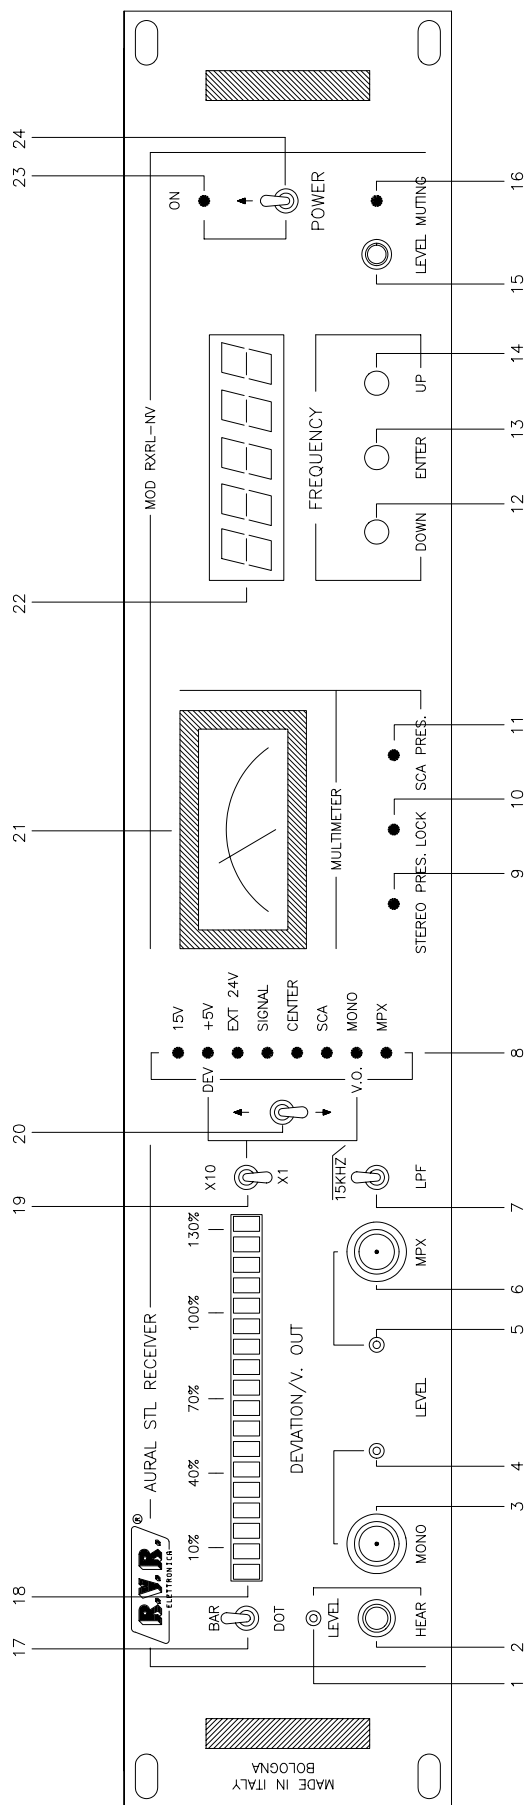

FIG. 1
Queste misure vengono selezionate tramite un comando a levetta (20 Fig.1) e indicate dalla dicitura a fianco del led verde acceso (8 Fig.1).
Questa scheda è fissata nella parte destra del pannello frontale. Essa serve per regolare la soglia d'intervento del muting del ricevitore (di default = -83dBm) e visualizza lo stato di muting con il relativo led (16 Fig.1).
DESCRIZIONE DEL PANNELLO FRONIALE (Fig.1)
- 3) Posizionare l'interruttore di accensione su OFF (24 Fig.1).
- 5) Porre l'interruttore di accensione su ON e controllare l'accensione della spia verde POWER ON (23 Fig.1) e della spia verde relativa
alla selezione dei parametri interni nella posizione SIGNAL. Dopo qualche secondo si accenderà il display centrale (22 Fig.1) che indicherà un numero (es.760.00): tale valore corrisponde all'ultima frequenza impostata.
Per cambiare tale valore agire sui pulsanti UP (14 Fig.1) o DOWN (12 Fig.1) per portare l'apparato sulla nuova frequenza.
Raggiunto il nuovo valore, premere il pulsante ENTER (13 Fig.1) per confermare tale valore.
- 6) Collegare un analizzatore audio alle uscite MONO (3 Fig.6) o MPX (6 Fig.1).
Verificare che lo strumento di misura analogico (21 Fig.1) esegua la lettura di 1 mV.
- 7) Selezionare tramite il selettore (20 Fig.1) la misura CENTER e verificare la centratura del segnale ricevuto.
Porre il deviatore di selezione del fondo della scala dell'indicatore di modulazione (19 Fig.1) su X1.
Collegare l'analizzatore audio all'uscita MONO (3 Fig.1).
Verificare l'accensione della barra di led (18 Fig.1) fino al primo led rosso equivalente al 100% di deviazione (equivalente a 75KHz); con il deviatore sulla posizione DOT si avrà l'accensione del solo primo led rosso mentre sulla posizione BAR quella di tutti i led verdi e del primo led rosso.
- 9) Iniettare un segnale di livello -83dBm e ruotare il trimmer R2 di regolazione del MUTING (15 Fig.1) fino a che si accende il led rosso del Muting (16 Fig.1), l'audio viene disinserito automaticamente e la barra di led della Modmeter si spegne.
- 10) Il regolare funzionamento del led STEREO PRES. (9 Fig.1) può essere verificato solo con la presenza di uno Stereo Decoder opzionale. Mentre per quel che riguarda il led SCA PRES. (11 Fig.1) lo si può verificare solamente all'atto della ricezione di un segnale SCA e con un SCA decoder opzionale.